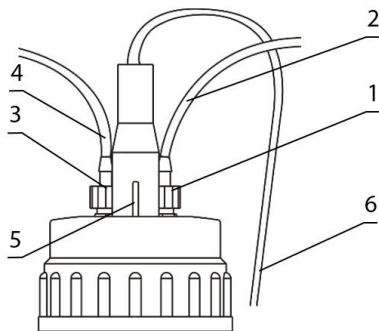
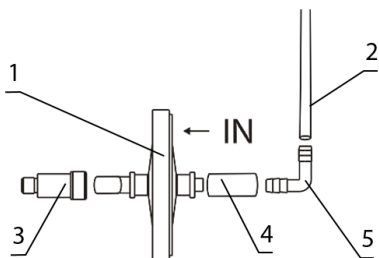
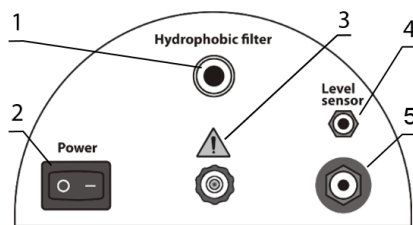

Рисунок 4. Крышка FTA-2i с датчиком и трубками
Рисунок 6. Схема фильтра на FTA-2i
Рисунок 7. Задняя панель FTA-2i
- Соберите фильтр (рисунок 6) и присоедините к разъёму насоса на задней стороне прибора (рис. 7/1).
**Внимание!** Установите фильтр так, чтобы маркировка **IN** была развёрнута от прибора (рис. 6/1).
- Присоедините фитинг (рис. 4/1) трубки с фильтром (рис. 4/2) к разъёму с **белым** кольцом на крышке.
- Убедитесь, что фильтр плотно сидит в гнезде крышки (рис. 7/1).
- Присоедините фитинг (рис. 4/3) трубки для жидкостей (рис. 4/4 и 5/3) к разъёму с **синим** кольцом на крышке.
- Присоедините провод датчика (рис. 4/5) к крышке и к разъёму на задней стороне прибора (рис. 7/4).
- Подключите внешний блок питания к разъёму на задней стороне прибора (рис. 7/5) и расположите его так, чтобы обеспечить свободный доступ к розетке и выключателю.
- 8.1. Различные аэрозоли и пары летучих и опасных веществ могут воздействовать на отдельные части прибора. В таблицах 1 и 2 ниже указаны совместимости материалов **FTA-1** и **FTA-2i** с распространёнными лабораторными химикатами. При работе с **FTA-2i** с летучими и опасными веществами, необходимо использовать выхлопной штуцер (рис. 7/3), соединив его трубкой с требуемой фильтрацией, или поместив весь прибор в вытяжной шкаф. В модели **FTA-1** нет выхлопного штуцера, необходимо поместить весь прибор в вытяжной шкаф. Перед продолжительной работой с конкретным химикатом, проверьте совместимость деталей. Biosan не гарантирует, что данные в таблице всесторонне и точно охватывают все материалы и применения.